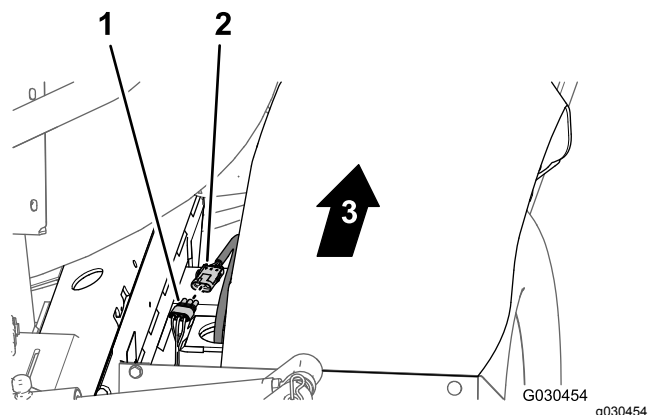

Figura 135
2. Na traseira da máquina (entre o tubo da estrutura direito e o guarda-lamas direito), ligue o conector de três pinos da cablagem do sensor de velocidade no motor de tração hidráulica direito do conector de três tomadas (não identificado) da cablagem traseira principal (Figura 135).